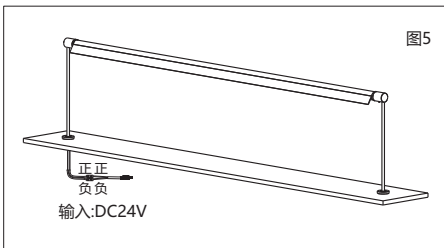

图5
3. 依次将灯具输入线, 灯杆穿入安装组件的孔内, 如图5所示。